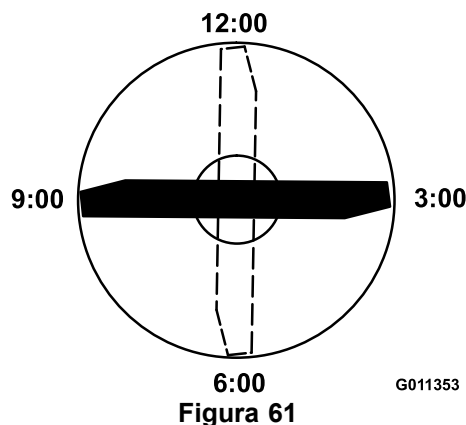

Figura 61
4. Orientate il tagliente dell'estremità marcata della lama sulle ore 12 (esattamente in avanti, nel senso di falciatura) (Figura 61) e misurate l'altezza tra il banco e il tagliente della lama.
5. Ruotate l'estremità marcata della lama sulle ore 3 e sulle ore 9 (Figura 61) e misurate le rispettive altezze.